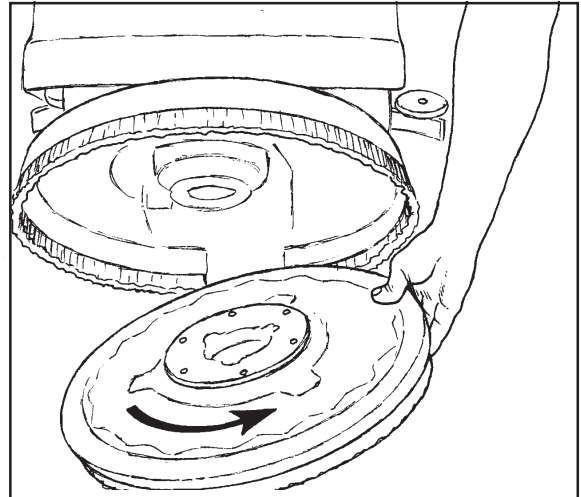

Abb. 21
4. Rotieren Sie die Bürste mit einem schnellen, ruckartigen Handgriff in Schrubbrichtung, bis die Bürste austrastet (siehe Abb. 21).